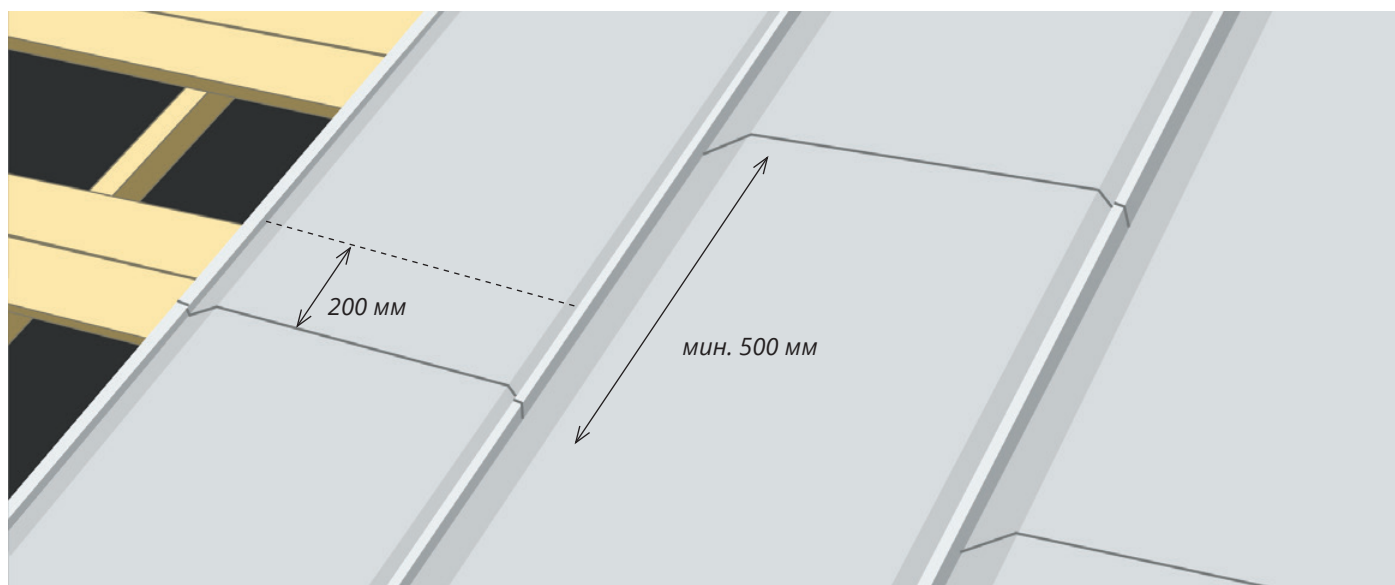

Рисунок 1
- наращивания на соседних панелях необходимо сместить минимум на 500 мм друг от друга в шахматном порядке (Рис. 1);
- при расчете панелей длину нижней панели необходимо увеличить на 200 мм (Рис. 1);